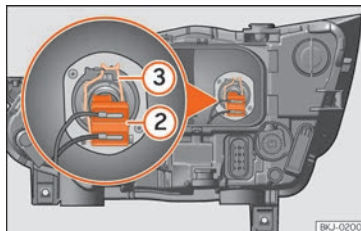

Abb. 56 Im Motorraum: Glühlampe Abblendlicht.
- Ziehen Sie den Stecker von der Lampe »» **Abb. 56** **2** ab.
- Nehmen Sie die Haltefeder »» **Abb. 56** **3** durch Eindrücken und Rechtsdrehung ab.